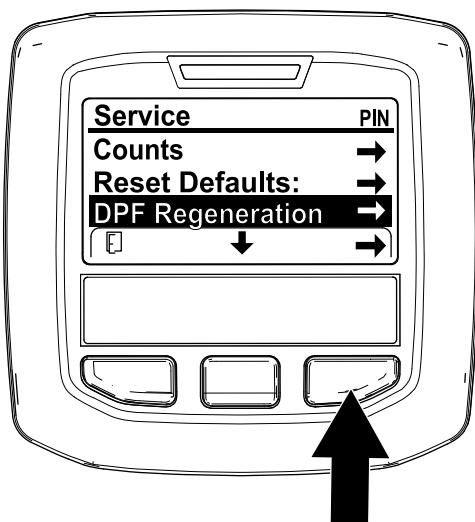

Figura 33
- Vaya al menú Mantenimiento, y pulse el botón central para desplazarse hacia abajo a la opción REGENERACIÓN DEL DPF (Figura 33).
- Pulse el botón derecho para seleccionar la opción Regeneración del DPF (Figura 33).